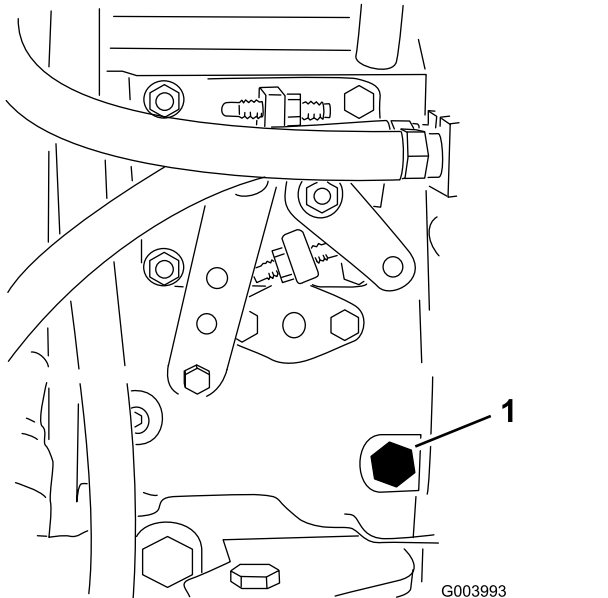

Figure 36
- Desserrez la vis de purge sur la pompe d'injection (Figure 36) à l'aide d'une clé de 12 mm.